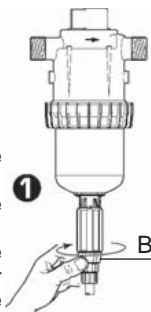

Fig. 12
- Desserrer la bague de blocage (Fig. 12-B).
- Resserer la bague de blocage (Fig. 12-B).